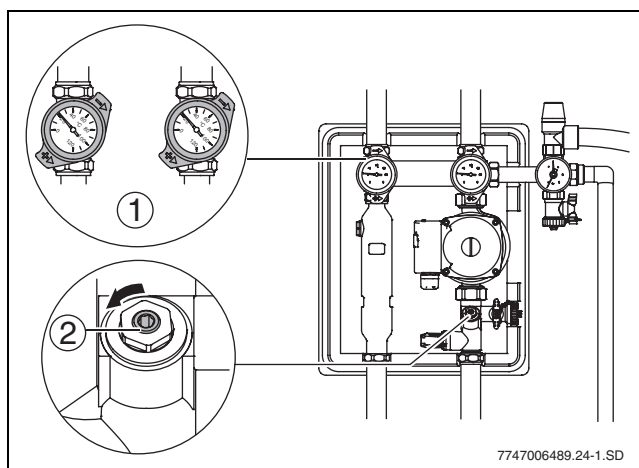

Рис. 26 Открытые запорные устройства
- ▶ Установите шаровые краны (→ рис. 26, (1)) на термометрах на 45° и откройте ограничитель потока (→ рис. 26, (2)) и другие запорные устройства.